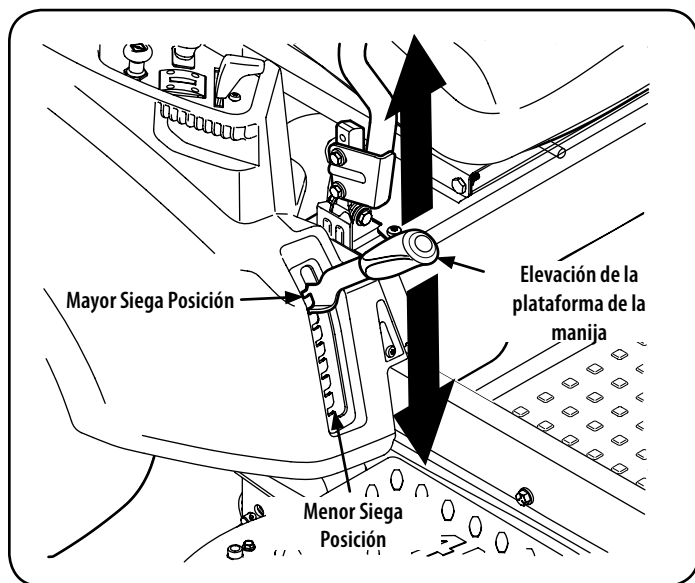

Figura 30
- a. Usando la manija de elevación de la plataforma, levante la plataforma a la posición que le ofrece mayor recorrido horizontal de la correa entre las poleas locas de la plataforma y la polea toma de fuerza en la parte inferior del motor. Ver Figura 30.
- b. Baje la plataforma hasta la posición más baja usando la manija de elevación de la cubierta. Ver Figura 30.
1. Coloque la manija de elevación de la plataforma en la posición más alta corte Ver Figura 30 .